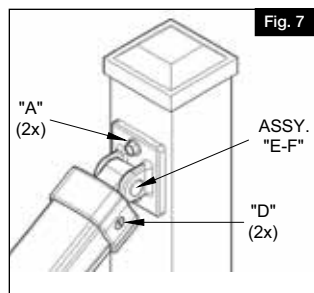
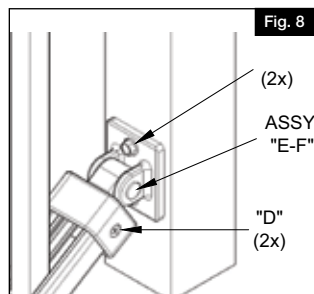

Fig. 8
Fig. 9
- a. Instale los postes a plomo con el tipo de instalación deseado (Fig. 1). Los postes que se instalan en los peldaños de las escaleras deben colocarse en el centro del peldaño. Instale los postes a una distancia máxima de 72" (183 cm), en el ángulo de la escalera de interior a interior del poste para tramos de 6' (183 cm) (Fig 9). Todos los postes deben colocarse en una línea central. Con la distancia entre postes indicada, las secciones de baranda necesitarán ser recortadas y deberán ser instaladas con los soportes de montaje giratorio vertical (Fig. 7 y Fig. 8).
- b. Pase un cordel entre el primer poste y el último poste de la saliente de los peldaños. Utilícelo como guía cuando ubique el barandal y los soportes giratorios sobre los peldaños. Coloque el travesaño inferior a 1.5" (3,8 cm) (como mínimo) por encima de la saliente de los peldaños (utilice separadores) y marque el lugar en el que los soportes deben fijarse a los postes (Fig. 9). Coloque el panel contra los lados de los postes (Fig. 9). Marque y corte los travesaños inferiores 2.25" (57 mm) más cortos que la marca en cada extremo. Donde el travesaño superior es continuo, corte el travesaño  $\frac{5}{16}$ " (80 mm) más corto que la marca y ensamble como se muestra (Fig. 10); donde el travesaño superior se conecta a un poste de 2.5" (6,35 cm), corte 2.25" (57 mm) más corto que la marca. Un espacio mínimo de 1.5" (3,81 cm) desde el extremo del panel hasta el poste para dejar espacio para el soporte de montaje. Puede ser necesario mover un poste para conseguirlo.
- c. Al instalar los paneles cortados, fije primero los soportes giratorios inferiores al travesaño. A continuación, coloque los conjuntos de soportes superiores en el travesaño superior con un pequeño trozo de tapa superior en cada hueco. Marque donde se montan los yugos en los postes (Fig. 7 y Fig. 8) y asegúrese de que hay suficiente longitud en la altura del poste. Monte primero los soportes inferiores, luego instale la tapa superior en el canal superior y monte los soportes superiores.